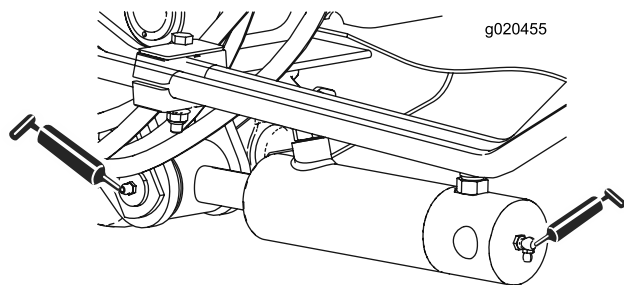

Figura 44
- Casquillos de los cilindros del brazo de elevación (2 en cada uno) (Figura 44)